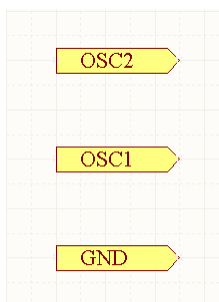
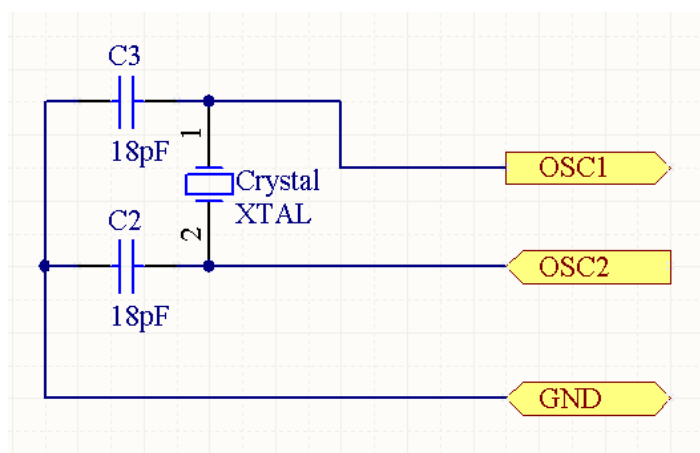

图 4.14 自动生成的端口
图 4.15 “PIC_Clock”子电路图
(25) 单击“Confirm”消息框中的“No”按钮，系统自动在“Level_PIC.PrjPCB”项目中新建一个名为“PIC_Clock.schdoc”的原理图文件，置于“PIC_top.SchDoc”原理图文件下层。如图 4.14 所示。在原理图文件“PIC_Clock.schdoc”中自动布置了如图 4.15 所示的三个端口。
(26) 在新建的原理图中绘制如图 4.15 所示的“PIC_Clock”子电路图。